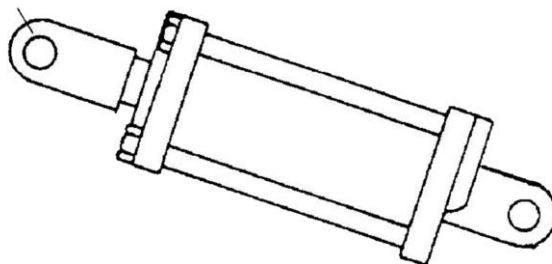

Рис. 4.5.1 Направление штоков цилиндров.
4.5.1. Установите узлы и детали гидросистемы посевного агрегата в соответствии с рис. 4.5.3, 4.5.4. Номера узлов и деталей см. в табл. 4.5.1, 4.5.2 и на бирках. Гидроцилиндры регулировки глубины заделки устанавливаются штоками вверх (рис. 4.5.1).